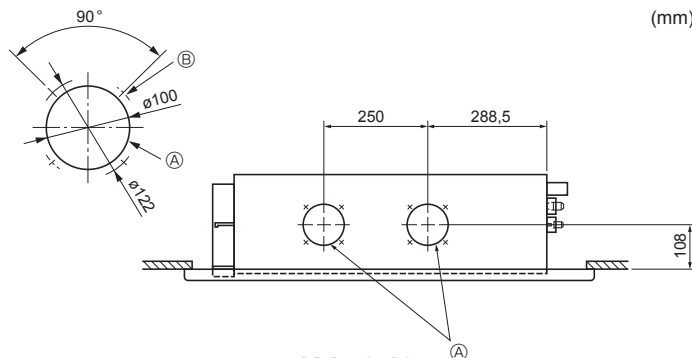

Abb. 2-10
2.5. Frischluftansaugöffnung (Abb. 2-10)